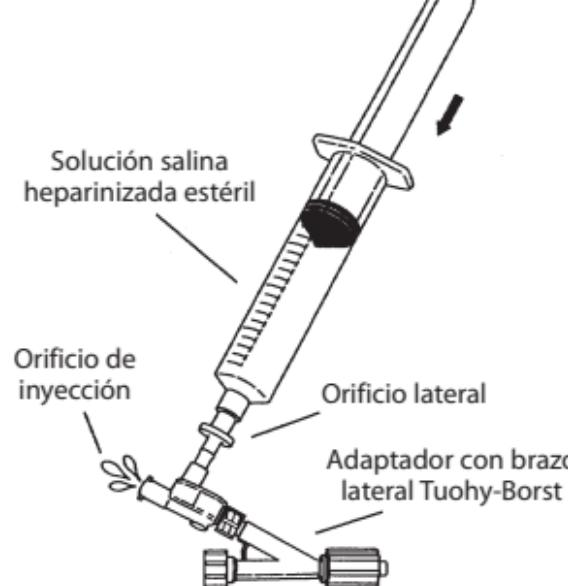

Fig. 2
4. Conecte la válvula de no retorno al adaptador transparente Tuohy-Borst. La válvula Tuohy-Borst debe estar totalmente cerrada. Conecte una jeringa con 20 mL de solución salina heparinizada al orificio lateral del adaptador de válvula de no retorno y purgue lentamente el aire del orificio de inyección. (**Fig. 2**)